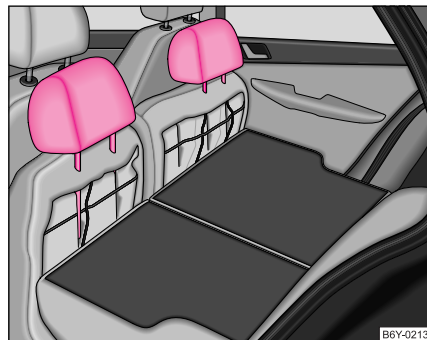

Abb. 53 Rücksitz:
- Die Kopfstützen können in die entsprechenden Öffnungen der vorgeklappten Rücksitzbank eingesteckt werden ⇒ Abb. 53.